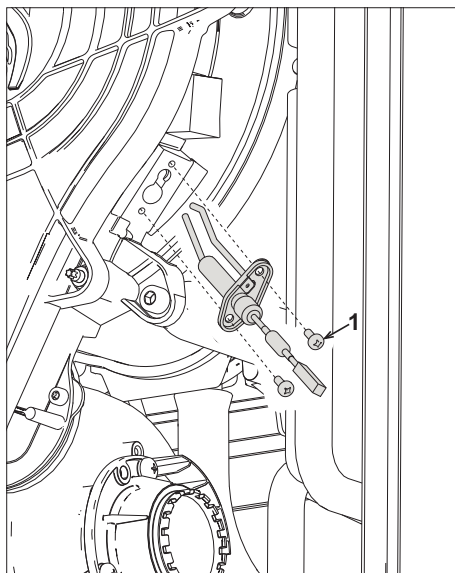

рис. 45
- Для очистки теплообменника рекомендуется снять электрод (см. рис. 45).